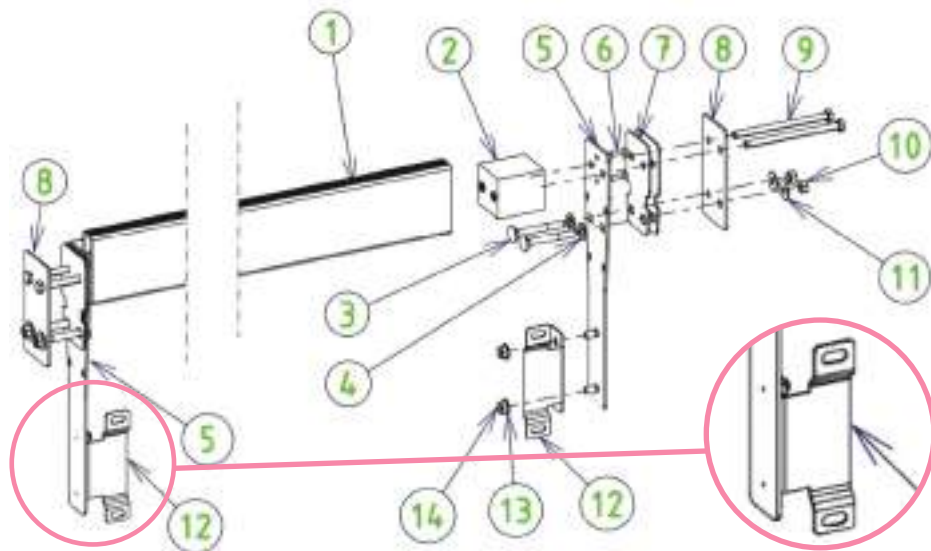

Figure 41 – Сборка и установка балки
Этапы установки балки показаны на **Рисунок 41**. Необходимые для сборки резьбовые детали вы найдете в пакете Y. На этом рисунке деревянная стенка расположена между деталями 7 и 8, а лайнер расположен между двумя резиновыми уплотнениями (7).
Установите два кронштейна опор перегородок (12) на пластины (5) с помощью четырех гаек (14) и четырех шайб A4 (13) из нержавеющей стали диаметром 8 мм. Выступы с продолговатыми отверстиями, предназначенными для установки кронштейнов (12), должны находиться с той же стороны балки (см. увеличенное изображение на **Рисунок 41**).
Наконец, закрепите перегородку в кронштейнах (деталь 12 на *Рисунок 41*) с помощью четырех призонных винтов (7) 8 × 16, четырех шайб и четырех гаек A4 из нержавеющей стали диаметром 8 мм.